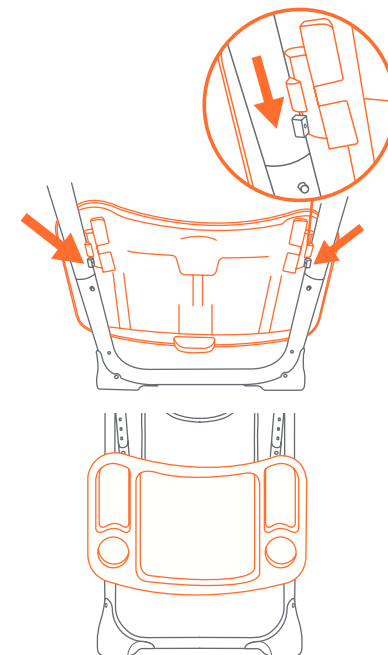

Fig. 9
• Ajuste las correas de la cintura para brindar comodidad y seguridad al niño; para ello, deslice las hebillas en cualquier posición. Las correas de seguridad deben ajustarse alrededor del niño (Fig. 9).